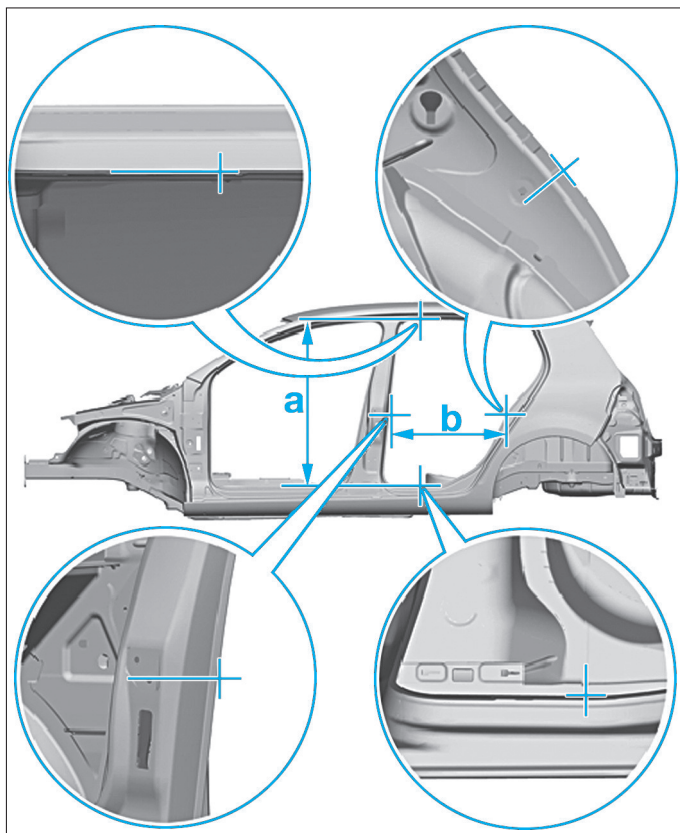
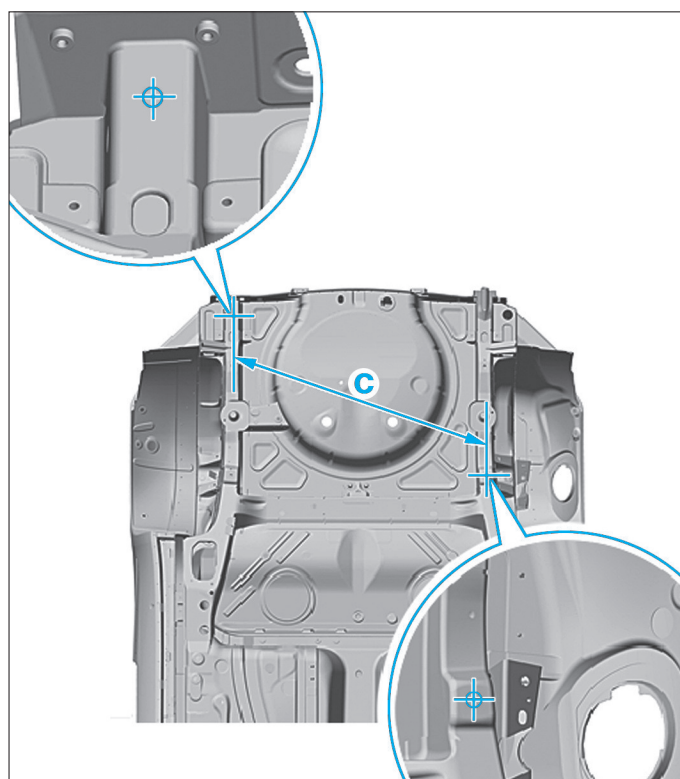

FIG.4
FIG.11
- Sur le marbre mettre en place les tours MZ140 équipées des pièces 28-29-39-40, pour le verrouillage voir (Fig.4) et (Fig.11).